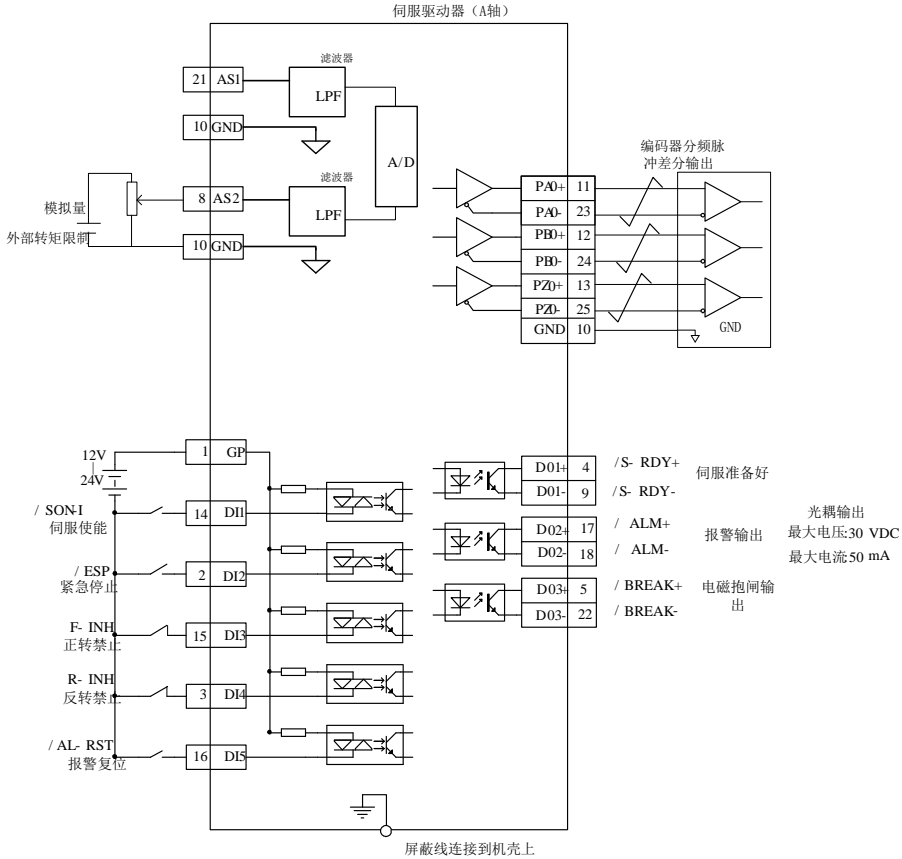
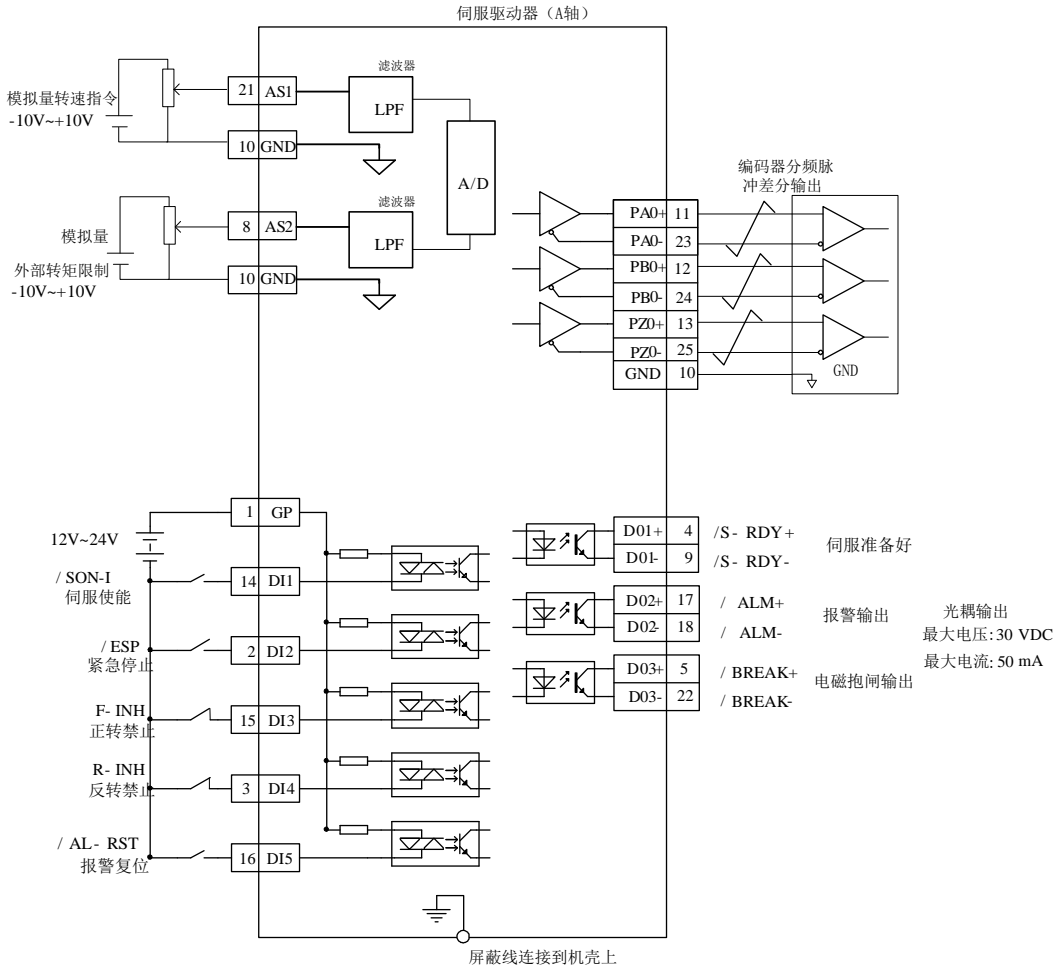

图 6.2.2 内部寄存器速度模式典型接线图
图 6.2.4 模拟量速度模式下典型的接线图
- ★ 参考图 6.2.2 或图 6.2.4 的配线说明，进行 DI/DO 信号的连线；